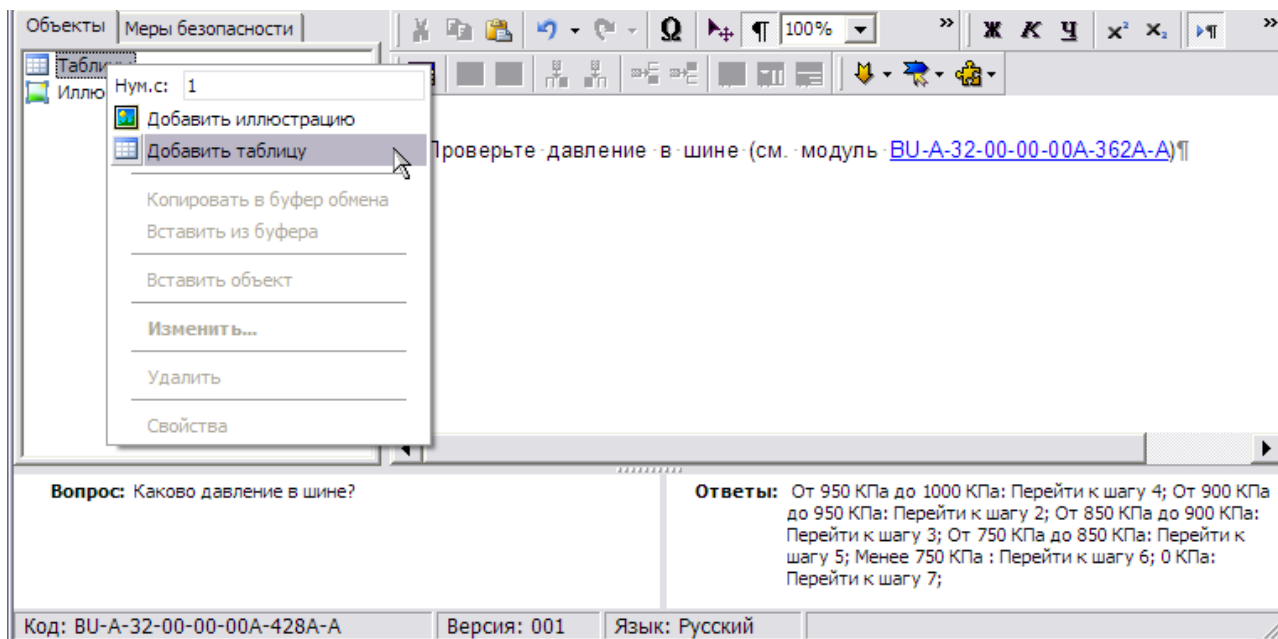

Рис. 8.36
1. На вкладке **Объекты** щелкните правой кнопкой мыши по названию объекта **Таблицы** (Рис. 8.36).